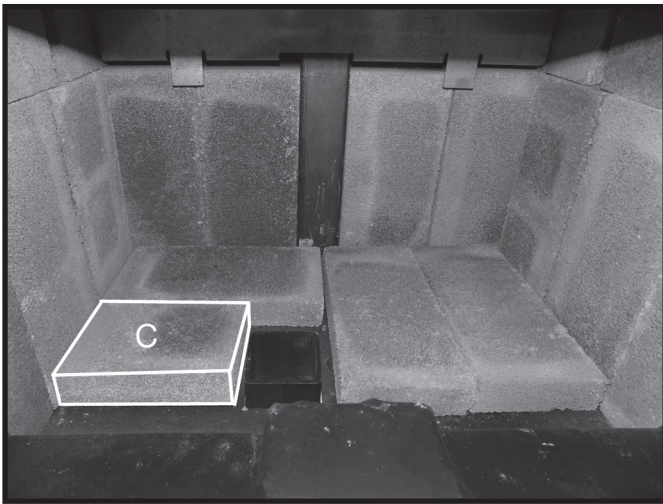

Figure 20: Quatrième brique du plancher en place.
10. Placer une brique C contre le mur gauche et la troisième brique A de façon à dégager la trappe à cendres (Figure 20).